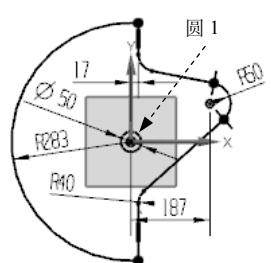
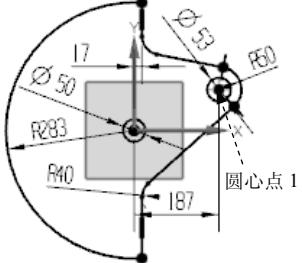
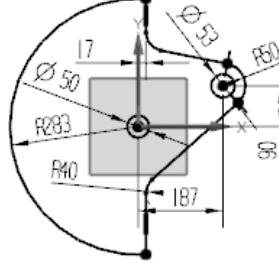

图 5.12.12 标注直径尺寸
图 5.12.13 标注其余直径尺寸
图 5.12.14 标注垂直尺寸
(4) 标注直径尺寸。选择下拉菜单 **插入(S) → 尺寸(M) → 直径(D)...** 命令，标注圆 1 (图 5.12.12)，直径尺寸为 50；接着标注圆 2 (图 5.12.13)，半径尺寸值为 53。
(5) 标注竖直尺寸。选择下拉菜单 **插入(S) → 尺寸(M) → 垂直(V)...** 命令，标注圆心点 1 与坐标原点之间的竖直尺寸 (图 5.12.13)，竖直尺寸值为 90，完成效果如图 5.12.14 所示。